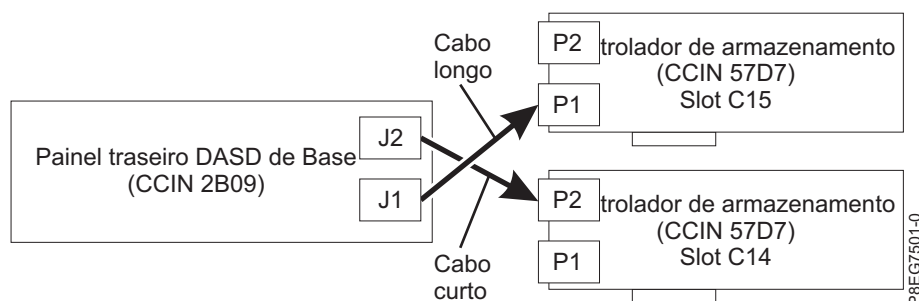

Figura 10. Reconectando o cabo SAS em uma configuração de divisão de disco
- Se você tiver dois adaptadores internos PCIe3 x8 SAS RAID (CCIN 57D7) (recurso de divisão de disco), o cabo SAS curto conectará o conector do painel traseiro da unidade de disco superior (J2) ao conector P2 no adaptador no slot P1-C14. O cabo SAS longo conecta o conector do painel traseiro da unidade de disco inferior (J1) ao conector P1 no adaptador no slot P1-C15. Veja a Figura 10 na página 10.